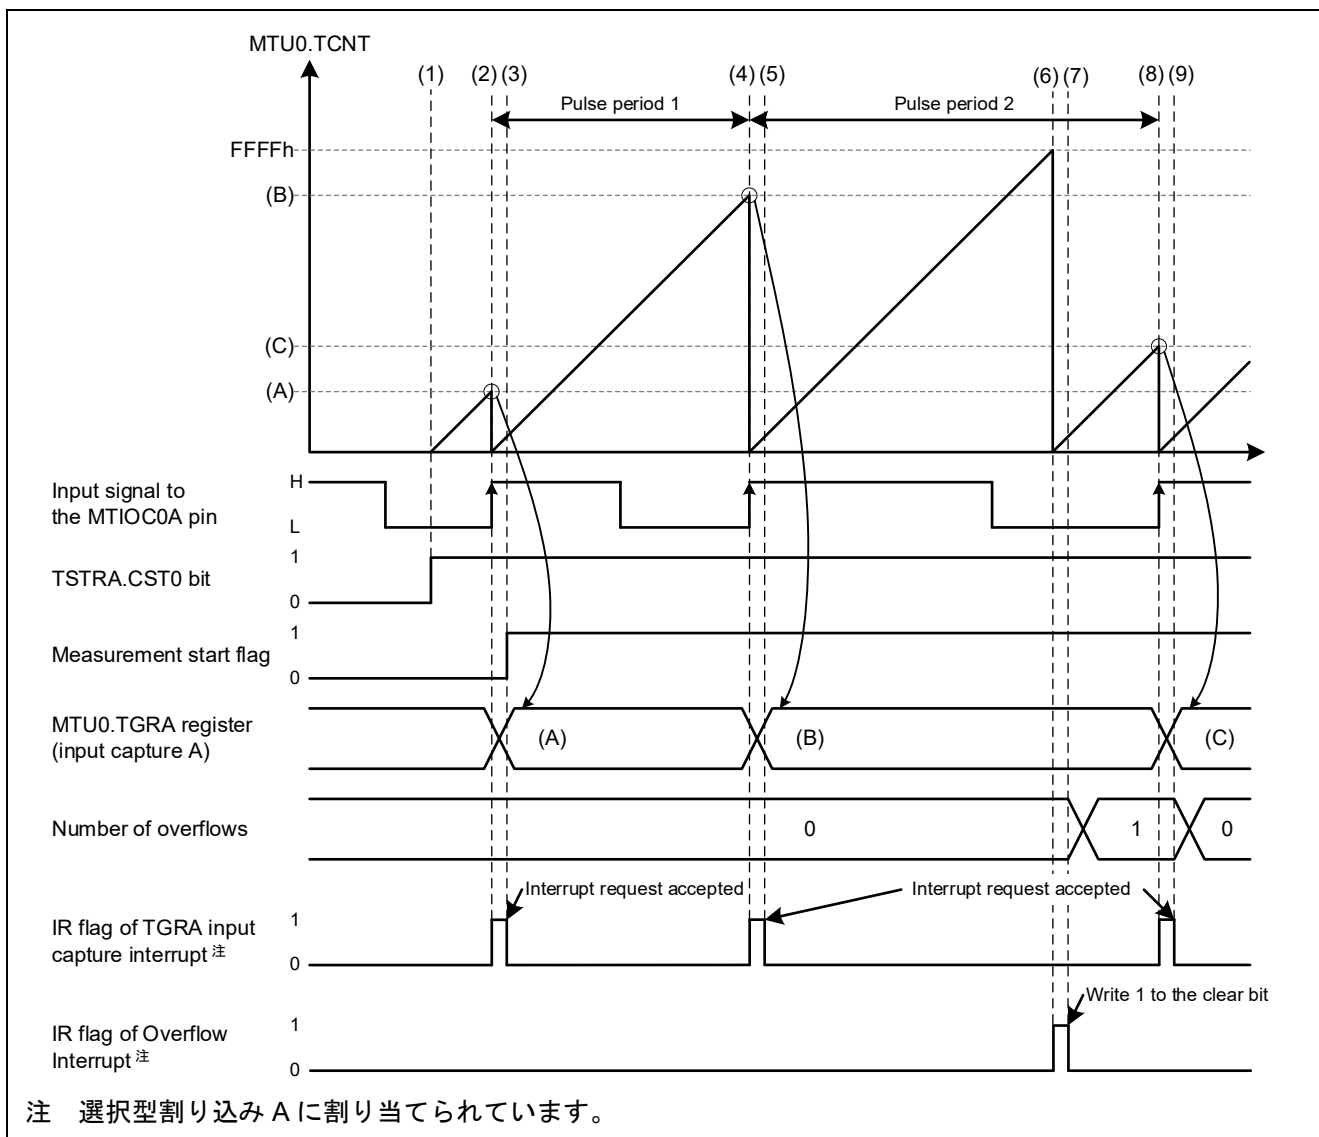

図 3-6 サンプルコードの動作
- (1) TSTRA.CST0 ビットに 1b を設定すると、MTU0 がカウントを開始します。
- (2) MTIOC0A 端子のレベルが Low から High に変化すると、MTU0.TCNT レジスタの値が MTU0.TGRA レジスタへ転送され、カウンタがクリアされます。同時に MTU0 のインプットキャプチャ A 割り込み要求が発生します。
- (3) インプットキャプチャ A 割り込み処理で、測定開始フラグを “1” (測定中) にします。また、オーバーフロー回数をクリアします。
- (4) MTIOC0A 端子のレベルが Low から High に変化すると、(2)と同じ動作が行われます。
- (5) インプットキャプチャ A 割り込み処理で、MTU0.TCNT レジスタのオーバーフロー回数 (図 3-6 の(5)では “0”) と MTU0.TGRA レジスタの値 (図 3-6 の(B)) を元にパルス周期を算出します (図 3-6 のパルス周期 1)。また、オーバーフロー回数をクリアします。
- (6) MTU0.TCNT レジスタがオーバーフローすると、オーバーフロー割り込み要求が発生します。
- (7) オーバーフロー割り込み処理で、オーバーフロー回数をカウントします。
- (8) MTIOC0A 端子のレベルが Low から High に変化すると、(2)と同じ動作が行われます。
- (9) インプットキャプチャ A 割り込み処理で、MTU0.TCNT レジスタのオーバーフロー回数 (図 3-6 の(9)では “1”) と MTU0.TGRA レジスタの値 (図 3-6 の(C)) を元にパルス周期を算出します (図 3-6 のパルス周期 2)。また、オーバーフロー回数をクリアします。